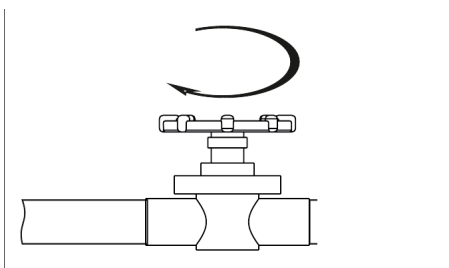

Abb. 9.1 – Hauptabsperrrventil schließen
2. Schließen Sie das Hauptabsperrrventil der Wasserversorgung (Abb. 9.1).